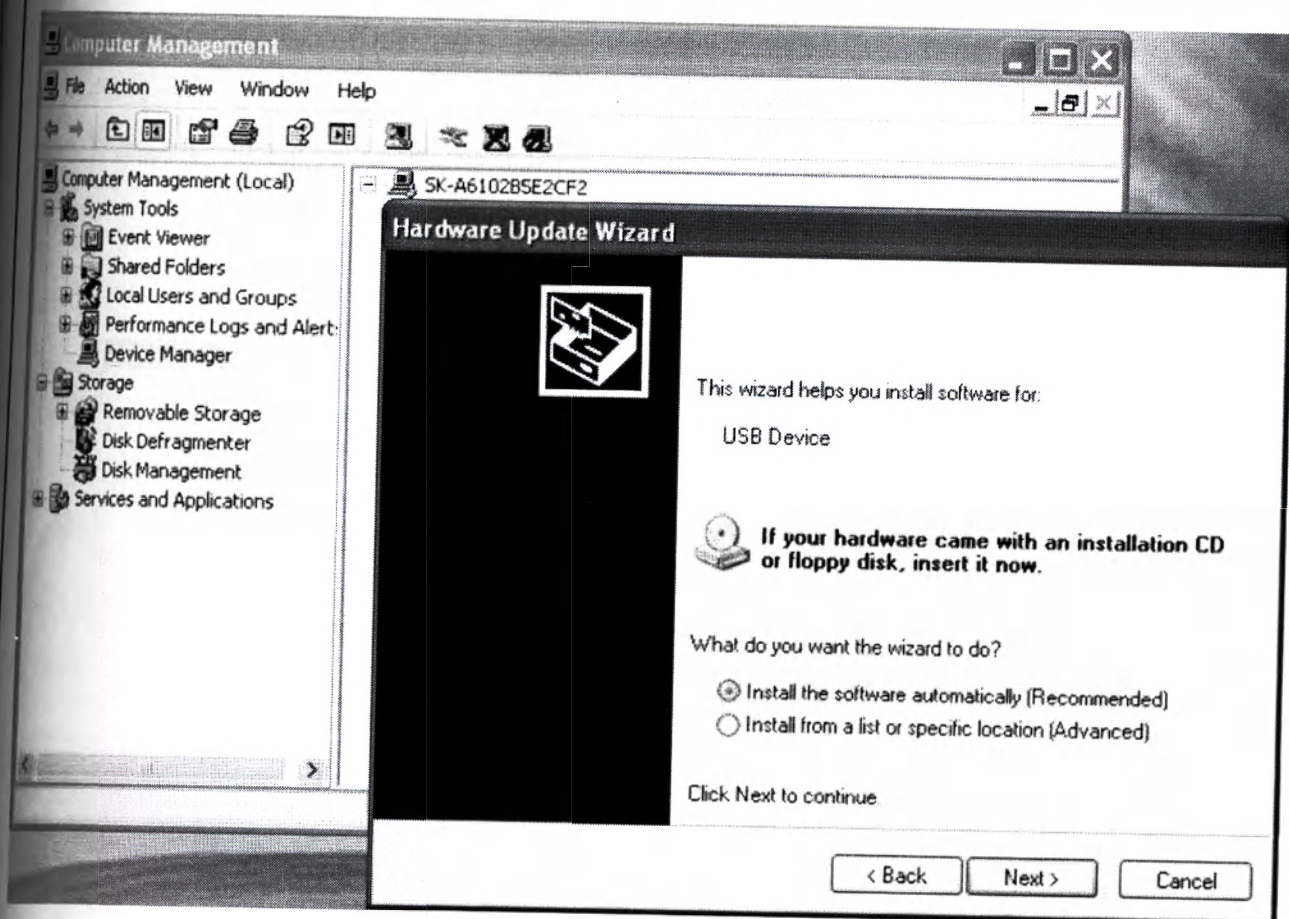

Рисунок 9
– в появившемся всплывающем окне Hardware Update Wizard (Мастер обновления оборудования) выбрать Install the software automatically (Recommended) (Установить автоматически (Рекомендуется)), затем нажать Next (Далее) (рисунок 9);